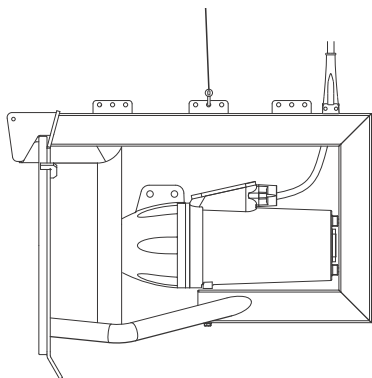

Рис. 6 Фиксация подъёмного троса на рейке насоса
14. Закрепить подъёмный трос на рейке насоса с помощью скобы. См. рис. 6.